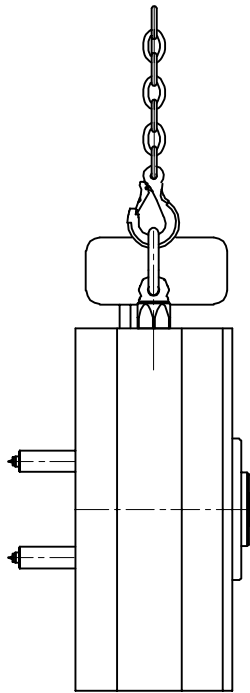

Abbildung 11: (z362-06) Anheben einer Last über einen einzigen Anschlagpunkt (Beispiel: Kalte Seite in aufrechter Position)
- Ein einziger Anschlagpunkt ist meist nur beim Transport von Kalten Seiten ausreichend (siehe Abb. 11), da der Schwerpunkt dort meist mit dem Anschlagpunkt zusammenfällt! Hier kann mit 100 % Tragfähigkeit angehoben werden (siehe Tab. 7)